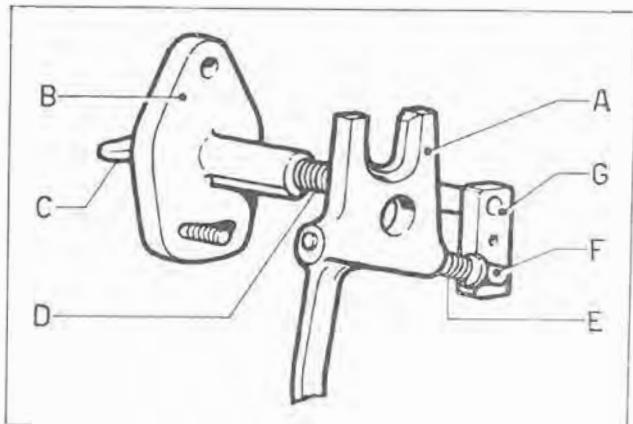

Fig. 38
A motore in moto la camma (G) (fig. 38), limita la corsa della leva comando pompa iniezione (A) azionata dal regolatore secondo la posizione del supporto regolabile (B) (vedi capitolo montaggio).
With a running engine, cam (G) in Fig. 38 limits injection pump control lever travel (A) operated by governor depending on position of adjustable support (B) (See Chapter "Assembly").
Le moteur étant en marche, la came (G) (fig. 38), limite la course du levier de commande de la pompe d'injection (A), actionné par le régulateur suivant la position du support réglable (B) (voir chapitre "montage"). Au démarrage, en tirant le dispositif de supplément (C), la came est déplacée vers l'extérieur, permettant au levier (A) d'effectuer la totalité de la course et à la crémallière de la pompe d'injection de fournir le débit maximum. Après le démarrage, le régulateur ramène le levier (A) en arrière et la came (G) revient automatiquement à la position normale, sous la poussée du ressort (D). L'arrêt s'obtient en tournant à gauche le dispositif (C), de ce fait la came pousse le levier jusqu'à la position de débit nul de la pompe.
E' alloggiato nella leva comando pompa ed è costituito dalla molla tarata (E) (fig. 38) e dal pernetto toccatore (F) che a massima potenza appoggia sulla camma limitatrice (G).
Le correcteur de couple est logé dans le levier de commande de pompe, il est constitué par un ressort taré (E) (fig. 38) et par un palpeur (F), qui, à la puissance maximum, appuie sur la came limiteur de couple (G).